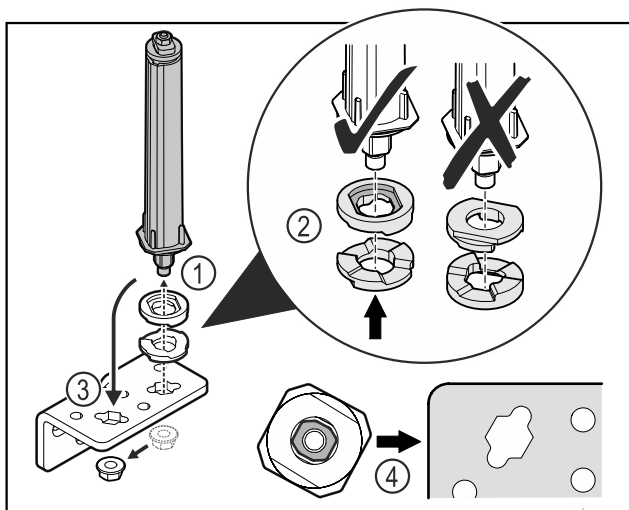

Fig. 26
- ▶ Uvoľnite maticu a odstráňte systém zatvárania dverí Fig. 26 (1).
- ▶ Dbajte na správne vyrovnanie podložiek na výškové prestavenie Fig. 26 (2).
- ▶ Premiestnite systém zatvárania dverí v uholníku závesu a zafixujte ho maticou Fig. 26 (3).
- ▶ Dbajte pri nasadzovaní na správne vyrovnanie systému zatvárania dverí Fig. 26 (4).